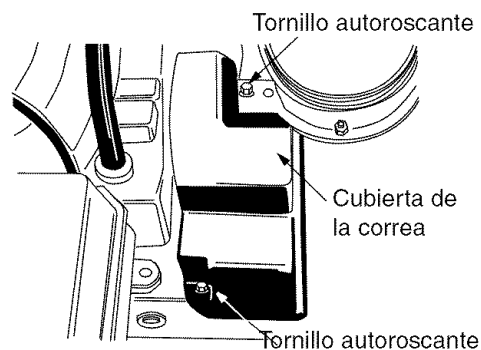

Figura 17
2. Saque la cubierta plástica de la correa ubicada en el frente del motor. Para ello saque los dos tornillos autoroscantes. Vea la Figura 17.